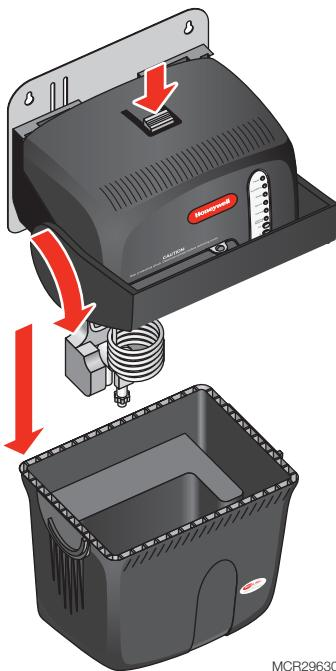

Fig. 1. Tank removal (Step #4).
- a. Rotate the red handle at the bottom of the tank to "Unlock." (Fig. 1)
- a. Faites tourner la poignée rouge en bas du réservoir en position de déverrouillage. (Voir la Fig. 1.)
- Gire la manija roja que se encuentra en la parte inferior del tanque a la posición "Unlock" (desbloquear). (Consulte la Fig. 1.)